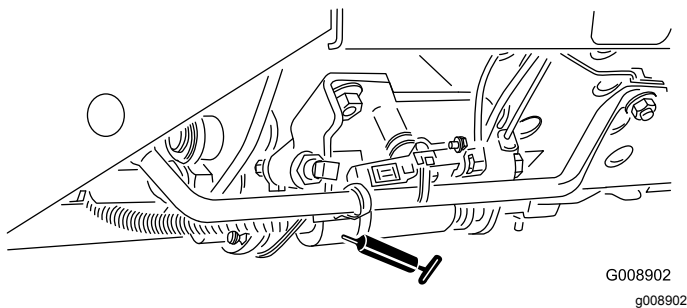

Рисунок 40
- Ползунок режима скашивания/транспортировки (Рисунок 40)